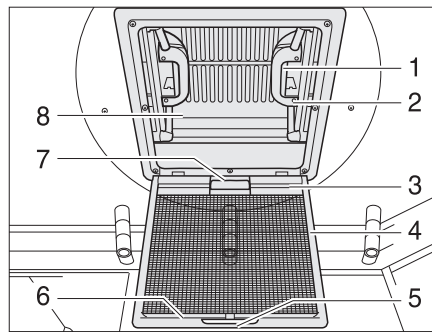

Fig. 43 Claraboya con cierre de resorte
- Tirar del tirador (Fig. 43,5).
- Plegar hacia abajo la protección contra insectos (Fig. 43,4).
- Presionar el cierre de resorte (Fig. 43,1) hacia el lado interior de la claraboya (Fig. 43,8). Presionar simultáneamente hacia arriba la claraboya con el tirador (Fig. 43,2).
- Plegar hacia arriba la protección contra insectos (Fig. 43,4) hasta que engatille.
- Tirar la claraboya (Fig. 43,8) enérgicamente hacia abajo por los dos tiradores (Fig. 43,2), hasta que los dos cierres de resorte (Fig. 43,1) engatillen.
- Tirar de la persiana oscurecedora enrollable por el asidero (Fig. 43,7) y enganchar el listón de enganche (Fig. 43,3) en el listón de soporte (Fig. 43,6) en la protección contra insectos.
- Soltar el listón de enganche (Fig. 43,3) del listón de soporte (Fig. 43,6) y regresar lentamente la persiana oscurecedora enrollable.